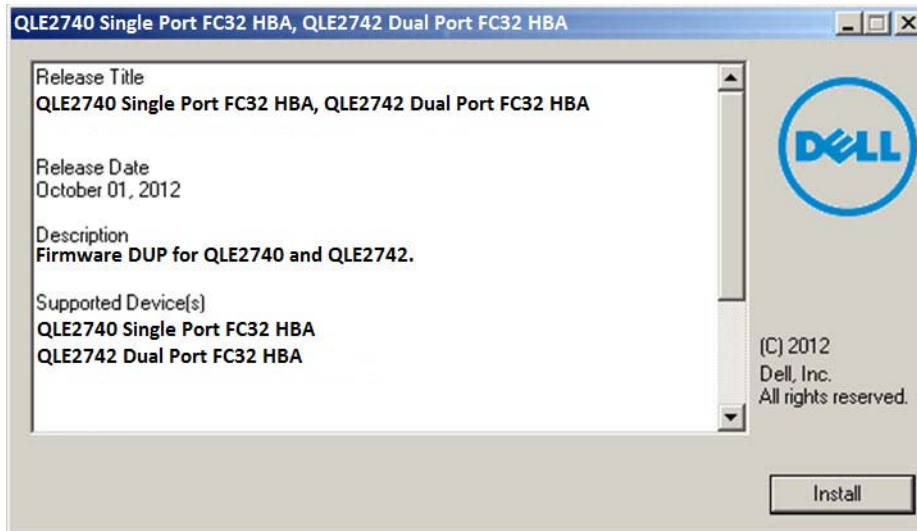

Figura 3-1. Tela Inicial do pacote de atualização da Dell
1. Clique duas vezes no ícone que representa o arquivo do DUP do firmware. Quando a tela inicial do DUP for mostrada (Figura 3-1), clique em **Install** (Instalar) para continuar.